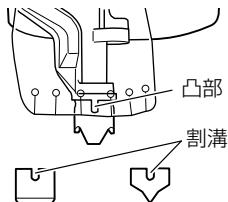

図 21
- 板金や石こうボードなど軟らかいものへの作業は、プッシュレバーの先端にノーズキャップ (A) を付けます。(図 21) 表面をプッシュレバーで傷つけるのを防止するとともに、打ち込み深さが約 2 mm 浅くなり、石こうボードなどを打つ際のほぼ適正な打ち込み深さになります。
ノーズキャップはプッシュレバーに押し込むだけで取付けられます。ノーズキャップの割溝がプッシュレバーの凸部に合うように取付けてください。(図 21)